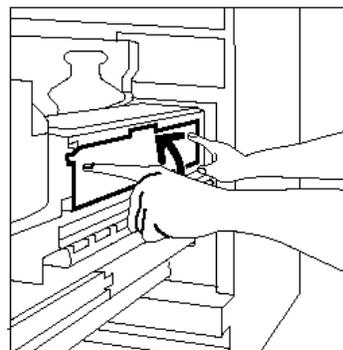

Figura 47: Substituir a nova Tela de Limpeza
- 9 Apoie a Tela de Limpeza nos suportes pretos e empurre levemente a parte superior da nova Tela de Limpeza para a respectiva posição, tal como ilustrado na Figura 47. A Tela de Limpeza estará em posição assim que parar. Empurre bem para se certificar que fica encaixada.